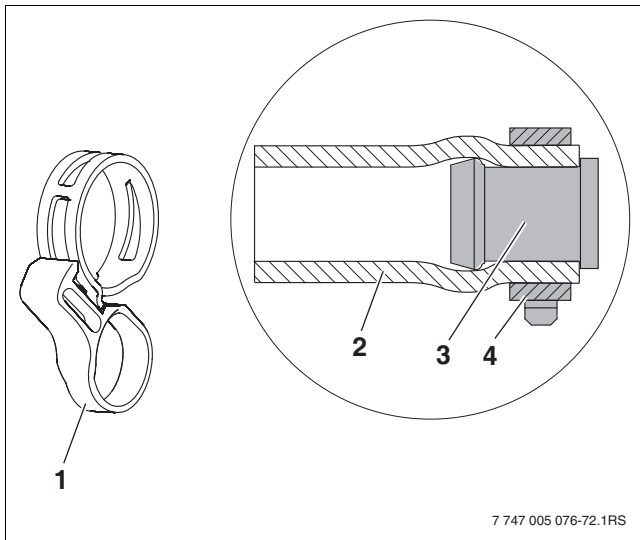

Fig. 53 Abrazadera con anillo tensor y tapones obturadores premontados
- ▶ La posición correcta de la abrazadera de fleje elástico (fig. 53, [4]) debe garantizarse obligatoriamente antes de retirar el anillo de seguridad (fig. 53, [1]). La tensión puede verse afectada si se suelta posteriormente con un alicate.
- ▶ Desplace el tapón obturador (→ fig. 53, [3]) por un tubo solar de 55 mm [2] hasta el tope.
- ▶ Coloque la abrazadera de fleje elástico (→ fig. 53, [4]) en posición y tire del anillo de seguridad [1] para fijar el tapón.